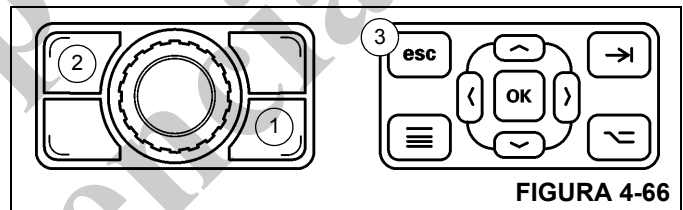

FIGURA 4-66
- Oprima el botón de cambio de pantalla (1, Figura 4-66) en el cuadrante selector para seleccionar el control de pantalla del ODM, luego oprima el botón de escape (2).
- Oprima el botón de escape (3, Figura 4-66) en el panel de control de navegación en el ODM.